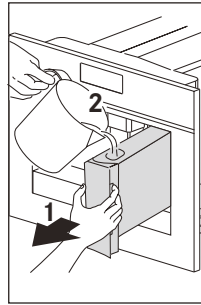
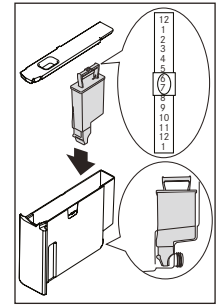

Rys. 9
Rys. 10
- Aby ustawić język, użyj ikon (B7 oraz B8), aby wybrać wymagany język (Rys. 9). Gdy wyświetli się komunikat „PRESS OK TO CHOOSE ENGLISH” (Naciśnij OK, aby wybrać j. angielski), naciśnij ikonę (B11) (Rys. 10) przez 3 sekundy do momentu pojawienia się komunikatu „ENGLISH INSTALLED” (Wybrano j. angielski). Jeśli ustawisz nieprawidłowy język, zmień go, stosując się do instrukcji zawartej w rozdziale „Ustawianie języka”. Jeśli twój język nie jest dostępny, wybierz jeden z wyświetlonych. Instrukcja odnosi się do wersji angielskiej. Następnie zastosuj się do wyświetlanych instrukcji.
- Naciśnij ikonę (B9) (Rys. 10) a po kilku sekundach z wylewki wypłynie trochę wody.